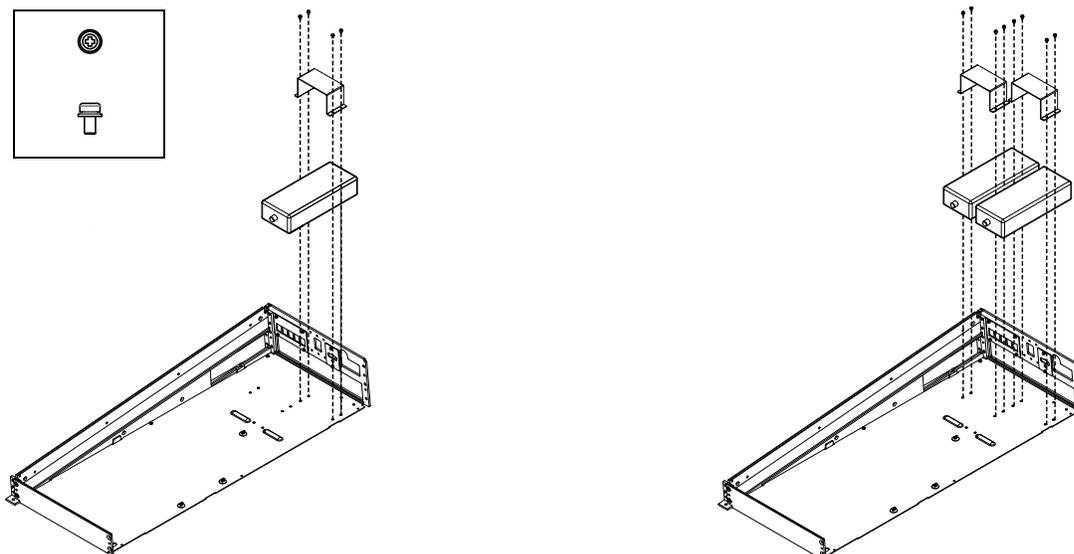

Figura 11. Instalar una PSU y asegurador (izquierda) y dos PSUs y aseguradores (a la derecha). Los cables y la pared no se muestran.
- 3 Pasa el cable de CC (DC) por la ranura más grande de la placa de unión posterior.
- 4 Fija las PSU con los soportes aseguradores (un soporte con tornillos está incluido en cada kit de chasis) como se muestra en Figura 11.